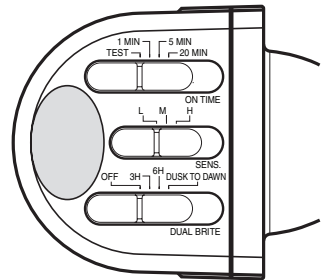

Figura 7
2. Deslice el interruptor de sensibilidad (SENS) a la posición "LO", el interruptor ON-TIME a la posición TEST, y el interruptor DUALBRITE a la posición OFF (vea la Figura 7).